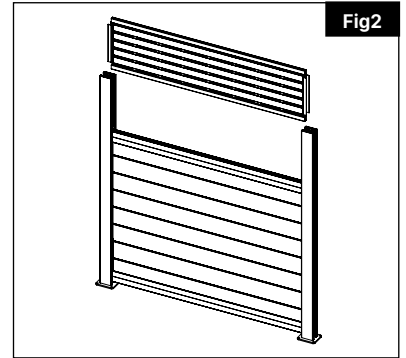

Fig.2
1. Insérez les profilés à fente dans le haut et le bas du panneau DSP (fig. 2).
2. Insérez les inserts de poteau en aluminium sur les extrémités du panneau DSP (fig. 2).
3. Insérez l'assemblage DSP dans les poteaux et dans le haut de la traverse intermédiaire (fig. 2).